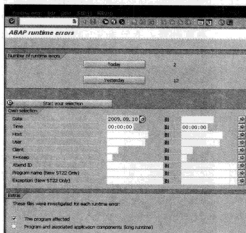

图 13-13 ABAP 错误分析界面
STEP 1 在命令栏中输入“ST22”命令,进入 ABAP 错误分析界面,如图 13-13 所示。